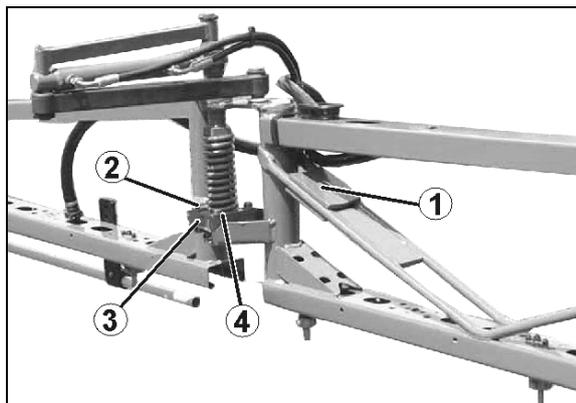

Fig. 180
Ist dies nicht der Fall, bei **entriegeltem** Schwingungsausgleich das ausgefaltete Spritzgestänge über Gegengewichte (Fig. 180/1) ausrichten. Die Gegengewichte entsprechend am Ausleger befestigen.
1. Schrauben (Fig. 180/2) der Befestigungslasche (Fig. 180/3) lösen. Die Ausrichtung erfolgt direkt an der Kunststoffklaue (Fig. 180/4) durch die Langlöcher der Befestigungslasche.
3. Schrauben (Fig. 180/2) anziehen.